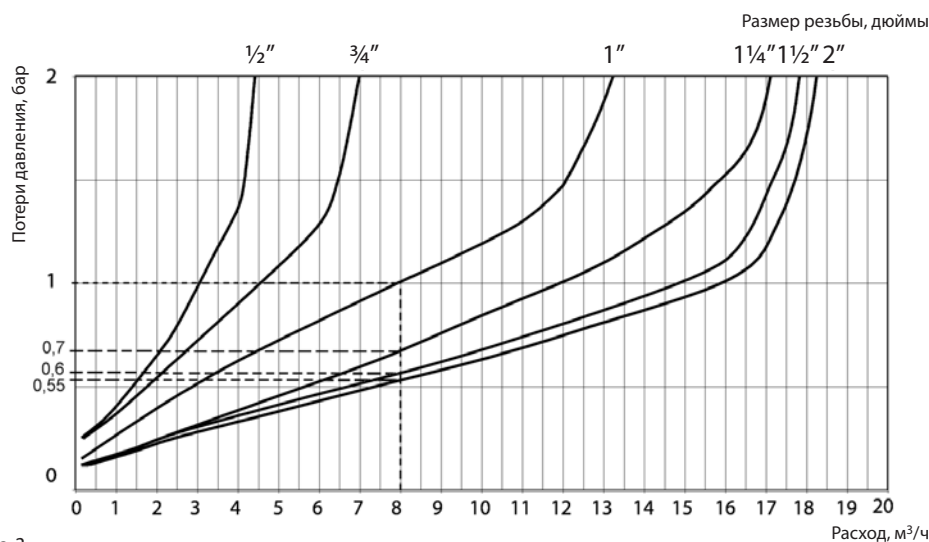

Рис. 2
- 2) выбрать диаметр клапана редукционного 11BIS (рис. 2).
Падение давления в каждом случае зависит от диаметра клапана и расхода среды через клапан и может быть определено по диаграмме на рис. 2;
1. Проверка применения по давлению до клапана и требуемому давлению после клапана (рис. 2)
Рабочая точка, соответствующая указанным давлениям, лежит внутри области применения (рис. 2).